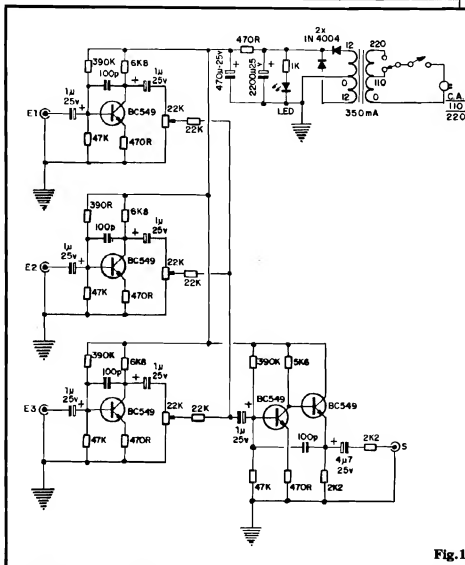

Fig. 1
- FIG. 1 - O CIRCUITO - O diagrama do TREGUA mostra que sua estrutura é distribuída em quatro módulos internos... Entre deles, absolutamente idênticos entre si, representam os conjuntos de pré-amplificação de Entrada, cada um deles centrado num transistor de alto ganho e baixo ruído (BC549). As polarizações, acoplamentos e desacoplamentos foram cuidadosamente dimensionados para mínima distorção dos sinais apresentados a E1-E2-E3,